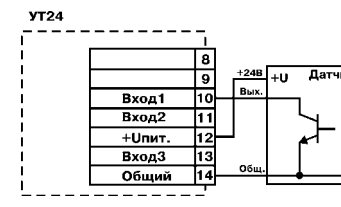

Рис. 11
- активные датчики, имеющие на выходе транзистор $n-p-n$ -типа с открытым коллекторным выходом. Для питания таких датчиков на клеммник прибора выведено напряжение +24...+30 В (максимальный ток нагрузки 100 мА) (рис. 11);